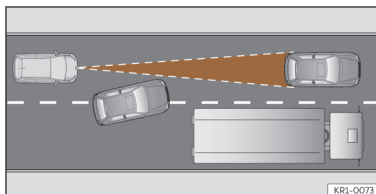

Fig. 137 Mudança de faixa de um veículo.
- Veículos que mudem para a faixa na qual circula a pouca distância do veículo >>> **Fig. 137.**